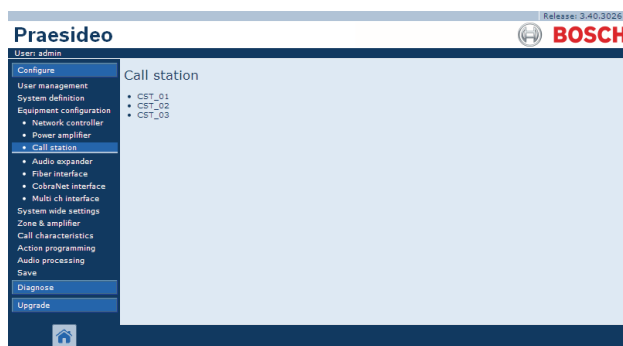

Abb. 43.21: Konfiguration von Fernsprechstellen, Schritt 1
- 1 Rufen Sie *Configure > Equipment configuration > Call station* auf. Im Mainframe der webbasierten Benutzeroberfläche erscheint ein Bildschirm, der dem in Abb. 43.21 ähnelt.